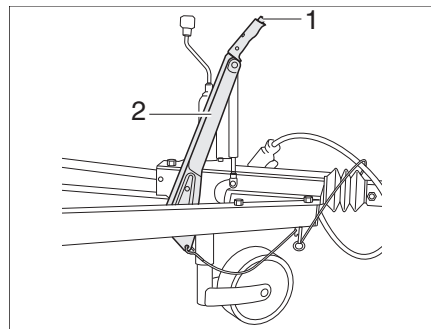

Bild 15 Alternativ: Parkeringsbromsen
- Lossa parkeringsbromsen: tryck på låsknappen (Bild 15,1) och för bromsspaken (Bild 15,2) nedåt.